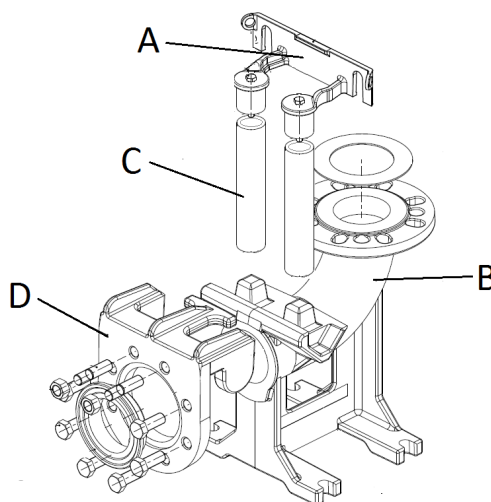

Abb. 5
- Den Verankerungs-Bügel der Rohrführungen (Abb. 5 - Pos. A) am Rand des Beckens befestigen.
- Den Stützfuss zur automatischen Koppelung (Abb. 5 - Pos. B) am Boden des Abflussschachtes positionieren und mittels dem Senkblei überprüfen, dass die konischen Vorsprünge zum Einstecken der Rohrführungen mit den entsprechenden Vorsprüngen des Verankerungs-Bügels des Beckenrandes perfekt rechtwinklig sind. Es ist auch die Ebenheit mittels einer Wasserwaage zu überprüfen.
- Die Position der Ösen am Stützfuss markieren und dann die exakte Länge der Führungsrohre messen (Abb. 5 - Pos. C).
- Den speziellen Gleitflansch (Abb. 5 - pos. D) auf die Auslassöffnung der Pumpe montieren und das Seil oder die Kette an die Griffe oder Schlitzte am oberen Teil des Gehäuses anhängen.